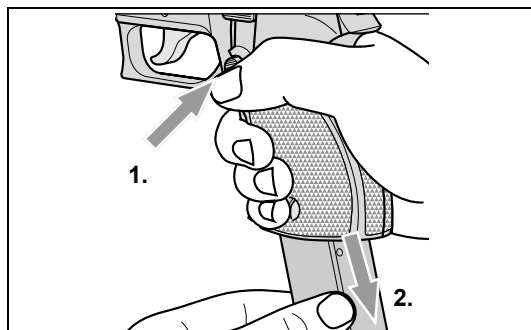

Abb. 2, Magazin entfernen
1. Leeres Magazin entfernen (siehe Abb. 2).
3. Magazinhalter **43** betätigen und Magazin entfernen (siehe Abb. 2).
2. Magazinhalter **43** betätigen und Magazin entfernen (siehe Abb. 2).